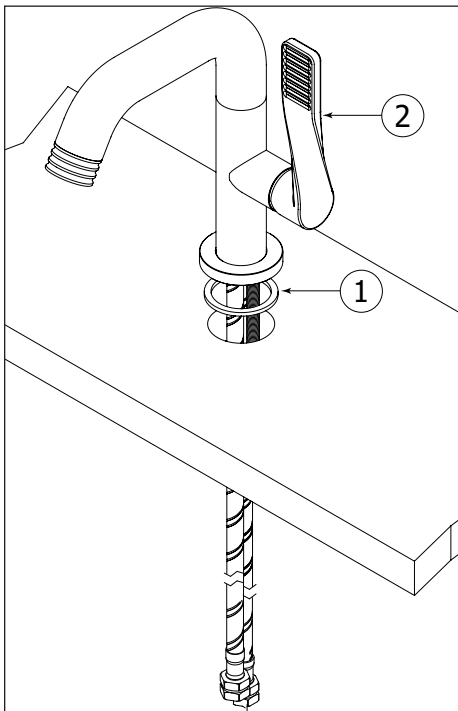

Fig.1
Place the rubber ring (1) against the faucet body and insert the faucet (2) into the hole of the basin or countertop as shown (Fig. 1).
Places la bague en caoutchouc (1) contre le bec. Insérer le robinet (2) dans le trou du lavabo ou du comptoir tel qu'illustré (Fig. 1).